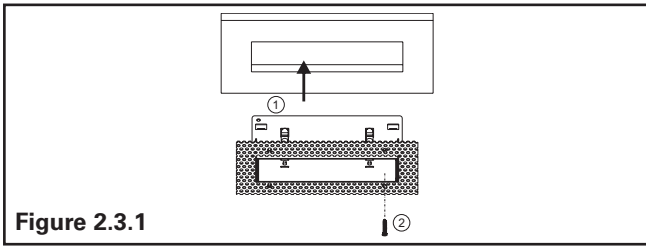

Figure 2.3.1
3. Insert trim assembly through cut-out and fix it to ceiling using #8 screws provided in poly bag. (Figure 2.3.1)
3. Insérez l'ensemble de garniture dans la découpe et fixez-le au plafond à l'aide des vis n° 8 fournies dans le sac en polyéthylène (Figure 2.3.1).